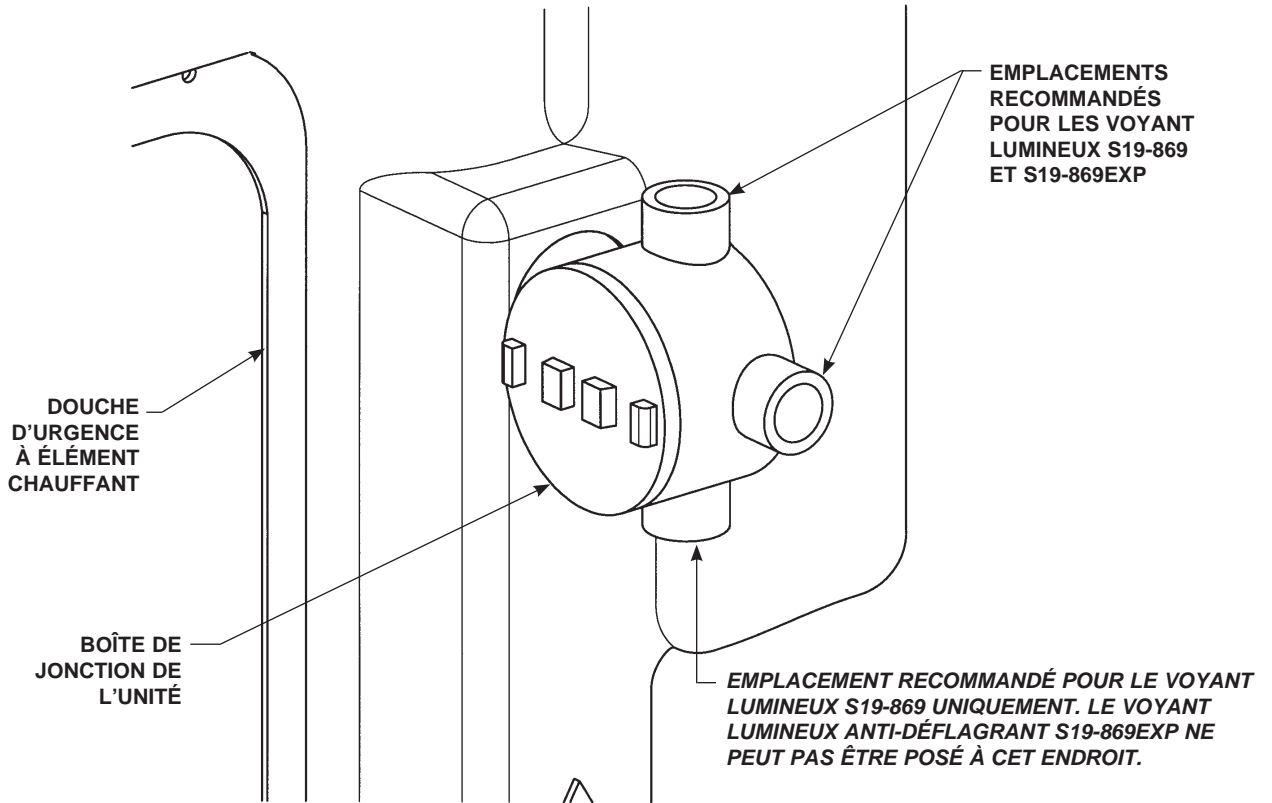

Figure 1
- Le voyant lumineux peut être installé directement sur la boîte de jonction de l'unité, à l'emplacement indiqué à la Figure 1, ci-dessous.